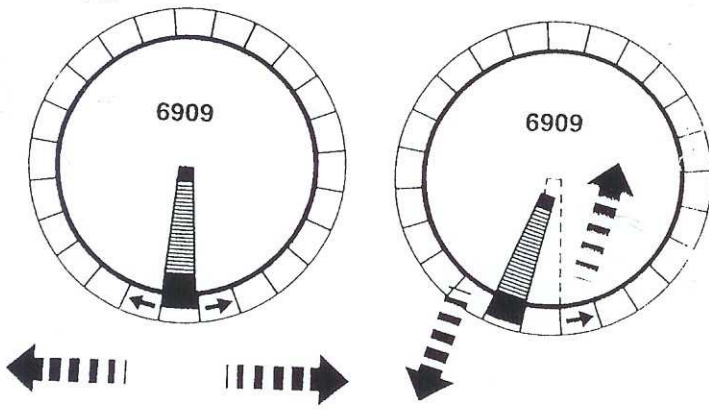

Fig. 4
**With this turntable switch 6909** the platform can be turned either to the left or right by means of the black switch. The platform stops automatically at each track. A continuous action through to your chosen position is possible if the switch is pushed into the direction of travel to its outer limit until the position is reached. On reaching this position, it is stopped by pressing in the opposite direction (Fig. 4).
**Ce poste de commande 6909 s'adapte au système FLEISCHMANN de poste de commande figuratif (fig. 1).** En appuyant sur le bouton noir du poste de commande (soit vers la gauche, soit vers la droite) on provoque la rotation du pont tournant dans la direction correspondante. Le pont s'arrête automatiquement à chaque secteur. Si on désire une rotation continue on doit bloquer le bouton noir à fin de course dans la direction souhaitée. Dès qu'on arrive à proximité de la voie désirée, il faut évidemment débloquent le bouton noir (fig. 4).
**Met de draaischijfschakelaar 6909** kan door de beweging van de zwarte schakelaar, naar rechts of links, de draaibrug in de juiste richting in bedrijf worden gesteld. De draaibrug stopt automatisch bij elk deelstuk. Een gekontinueerd doordringen naar de gewenste positie is mogelijk, wanneer de schakelaar naar de keuze van draairichting door het naar buiten trekken ingesteld wordt. Bij het bereiken van de gewenste positie moet de instelling door het drukken in de tegenovergestelde richting weer losgemaakt worden (Fig. 4).
**Med vändskiveställpulten 6909** kan, genom att vrida den svarta knappen åt vänster eller höger, vridbryggan manövreras i motsvarande riktning. Vridbryggan stannar automatiskt vid varje påfart. En kontinuerlig vridning till önskad position är möjlig, om knappen efter riktningssval fästs genom att dras ut. När önskad position nås, måste knappen tryckas in (fig. 4).